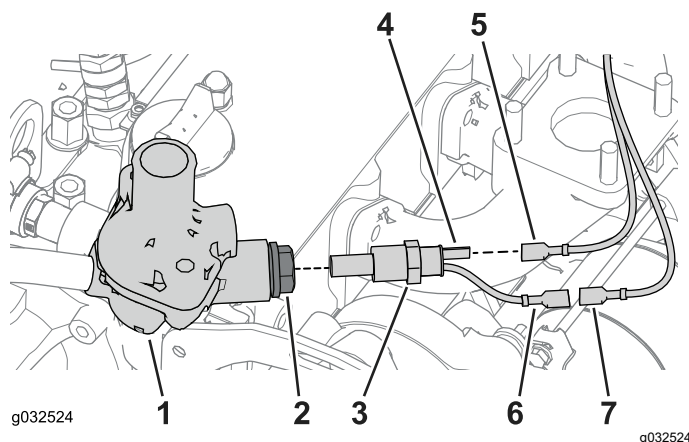

Figure 29
- Localisez le câble jaune que vous avez débranché lors de l'opération 2 de Acheminement du flexible d'alimentation (page 15) et branchez-le au connecteur moteur chaud de la sonde de température (Figure 29).
- Localisez le câble orange qui est attaché au câble jaune, enlevez le serre-câble et branchez-le au connecteur moteur chaud de la sonde de température (Figure 29).
- Localisez le boîtier de thermostat sur le bloc-moteur et retirez le bouchon de l'orifice du moteur (Figure 29).